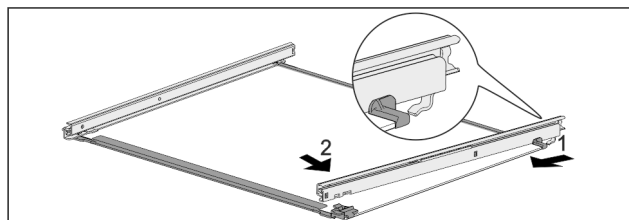

Fig. 85 Стеклянная пластина с направляющими
- ▶ Зацепите направляющую сзади. Fig. 85 (1)
- ▶ Защелкните направляющую спереди. Fig. 85 (2)